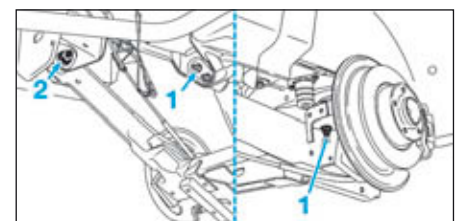

FIG.24
- les vis (1), puis déposer la barre Panhard (Fig.24),